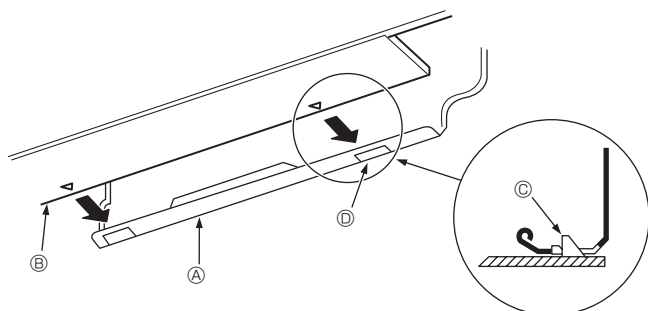

Fig. 3-10
3. Hæng den øverste del af indendørsenheden på monteringspladen ① mens kølerørerne og drænslangen føres ind i hullet i væggen (gennemgangsmuffen).
5. Fastgør den ved at trykke den nederste del af indendørsenheden fast på monteringspladen ①. (Fig. 3-10)
* Kontrollér, at grebene i bunden af indendørsenheden sidder sikkert fast i monteringspladen ①.